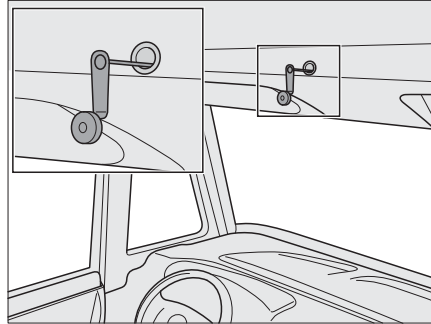

Bild 154 Notbedienung für elektrisches Hubbett
- ▶ Bei Stromausfall kann das elektrische Hubbett auch mit einer Notkurbel (Bild 154) bedient werden. Diese befindet sich in der Küchenzeile.